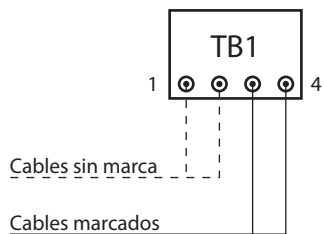

Figura 17
- a. Los cables de sonda se separaron en fábrica. Conecte los cables del RTD #1, que están agrupados y marcados, a los pines 3 y 4 (las dos terminales en TB1 más cerca a la etiqueta de sensor); vea Figura 17.